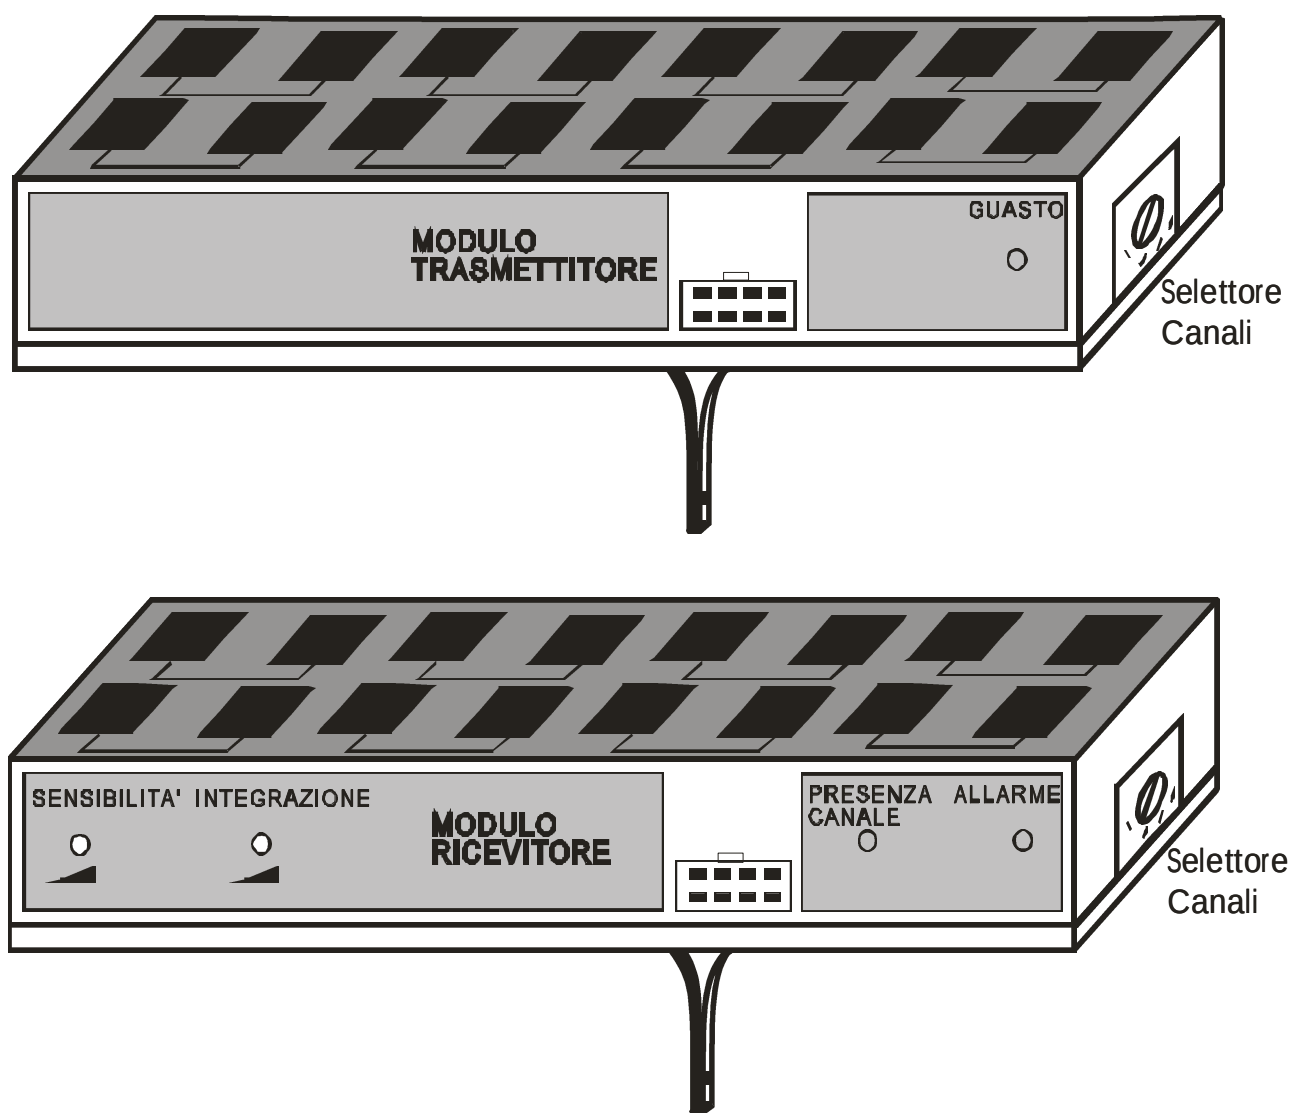

Fig. 3
- Sul modulo RF TX, l'unica indicazione luminosa è fornita dal led rosso, contraddistinto dalla scritta "GUASTO" (fig.3). Il led si accende per mal funzionamento dell'oscillatore RF o BF.
- Predisporre lo stesso canale impostato sul modulo TX corrispondente agendo sul selettore canali presente sul modulo RF RX (fig. 3).
- 3.2.3** - Premere il tasto “**↑**” (10) di selezione della misura fino ad accendere il led misura della tensione di batteria “**+13,8V**” (4). La tensione letta sul display (2) dovrà essere 13.8 Vcc + 10%. Se il preventivo puntamento a vista degli apparati è stato eseguito opportunamente si deve verificare sul modulo RF RX (fig. 3) l'accensione del led "PRESENZA CANALE" relativo al riconoscimento del canale. Allo scopo di ottimizzare il collegamento, si procede alla effettuazione del puntamento elettronico nel seguente modo :
- 3.2.14** - Premere il tasto “**↑**” (10) fino ad ottenere l'accensione del led “**sens Rx/Tx**” (6) Misura sensibilità . Agire sul trimmer "SENSIBILITÀ" che si trova sul modulo RF RX (fig. 3) fino a leggere sul display un valore compreso tra 0 e 9 Vcc. Va tenuto presente che il valore 0 Vcc corrisponde alla massima sensibilità , e il valore 9 Vcc corrisponde alla minima sensibilità .
3.2.15. -Regolare il trimmer "INTEGRAZIONE" sul modulo RFRX (fig. 3) fino ad ottenere l'integrazione desiderata.